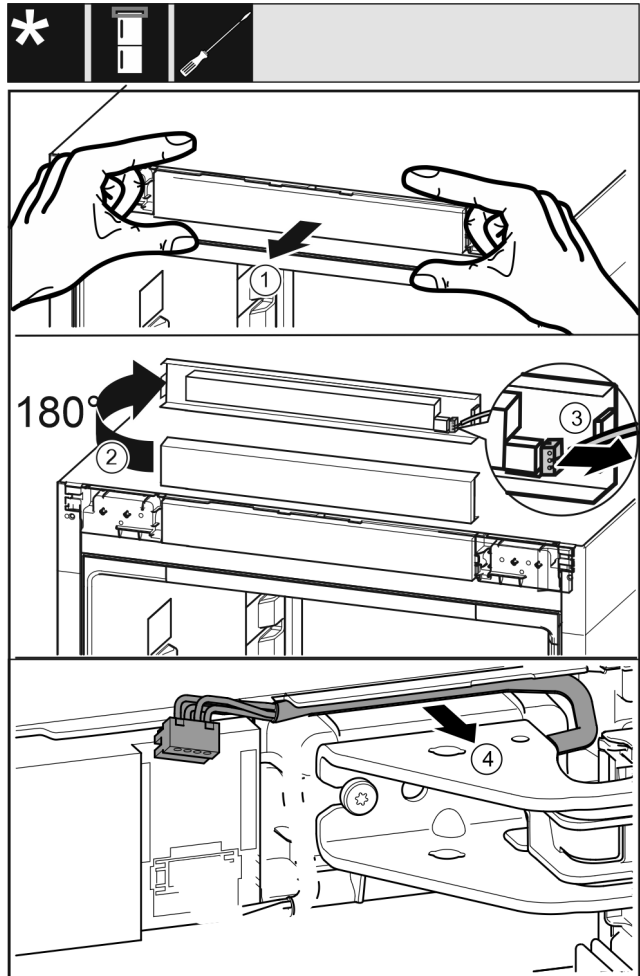

Fig. 8
- Bedienblende Fig. 8 (1) vorsichtig nach vorne lösen.
- Bedienblende Fig. 8 (2) nach oben um 180° drehen.
- Rastnase Fig. 8 (3) nach hinten drücken und den Stecker vorsichtig herausziehen.
- Kabel Fig. 8 (4) über Lagerbock vorsichtig aus der Führung lösen.